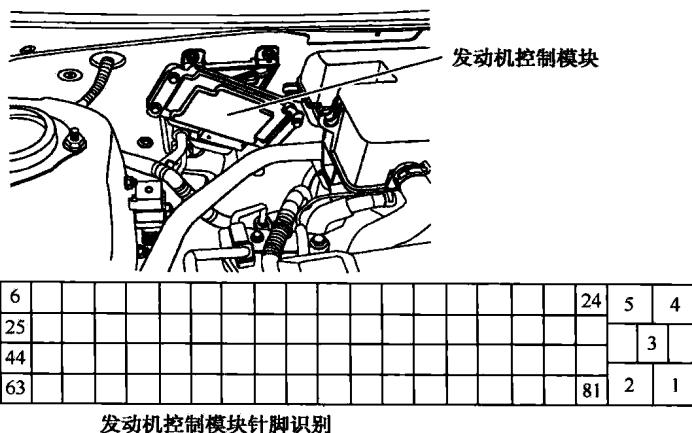

图 1-1-5 发动机控制模块安装位置及针脚识别
(1) 2.0L发动机控制模块安装位置及针脚识别如图 1-1-5 所示。